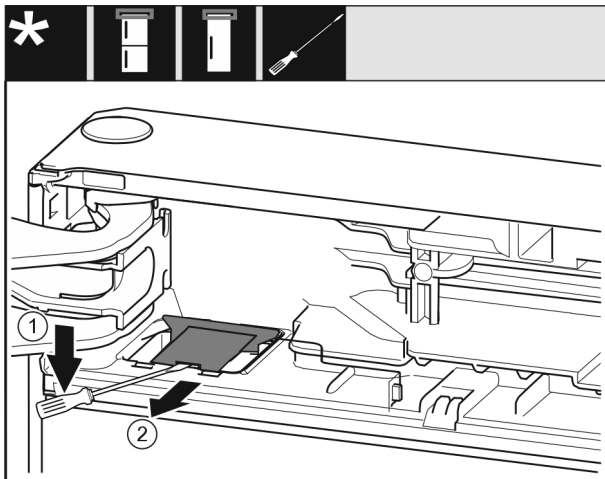

Fig. 11
- ▶ 使用带槽螺丝刀松开盖板，并将其抬起。 Fig. 11 (1)
- ▶ 取出盖板。 Fig. 11 (2)